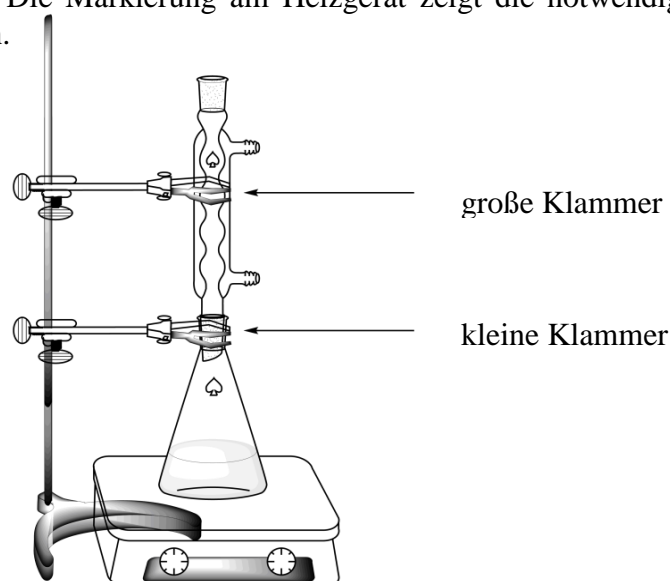

Abb. 1. Apparatur zum Erhitzen der Reaktionsmischung unter Rückflusskühlung
- Schliessen** Sie den Rückflusskühler an, indem Sie die grosse Klammer lockern und eine Schliffverbindung herstellen (siehe Abb. 1). **Halten** Sie Ihre HELP-Karte hoch. Die Laboraufsicht wird Ihnen dann die Wasserkühlung und die Heizplatte einschalten.
2. **Führen** Sie die Umkristallisation des Rohproduktes im 50 mL Erlenmeyerkolben mit **Schliff** mit der notwendigen Menge dieser Wasser/Ethanol-Mischung durch. Verwenden Sie den gleichen apparativen Aufbau wie für das Rückflusskochen (siehe Abb. 1). **Halten** Sie Ihre HELP-Karte hoch. Die Laboraufsicht wird Ihnen dann die Wasserkühlung und die Heizplatte einschalten. Geben Sie bei Bedarf das Lösungsmittel über die obere Kühleröffnung zu.